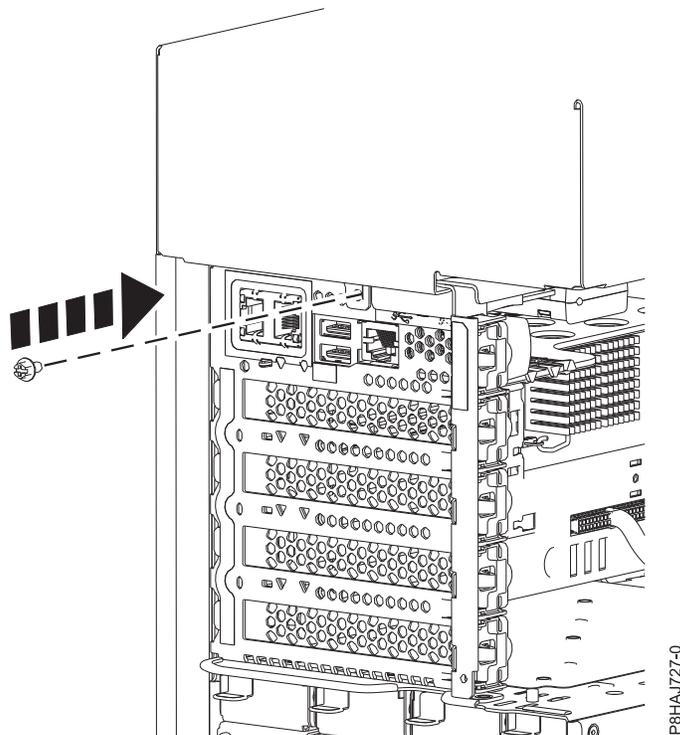

Figura 143. Colocación del tornillo de la cubierta lateral de 8286-41A
5. Ponga el tornillo posterior de la cubierta lateral con un destornillador de estrella, tal como se muestra en la Figura 143 en la página 169.